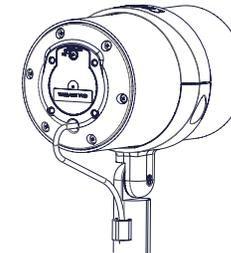

図10
6. 図10に示されているように、締めつけ部品軸上のワイヤーガイドを通して、ピグテール接続ワイヤーを装着させます。